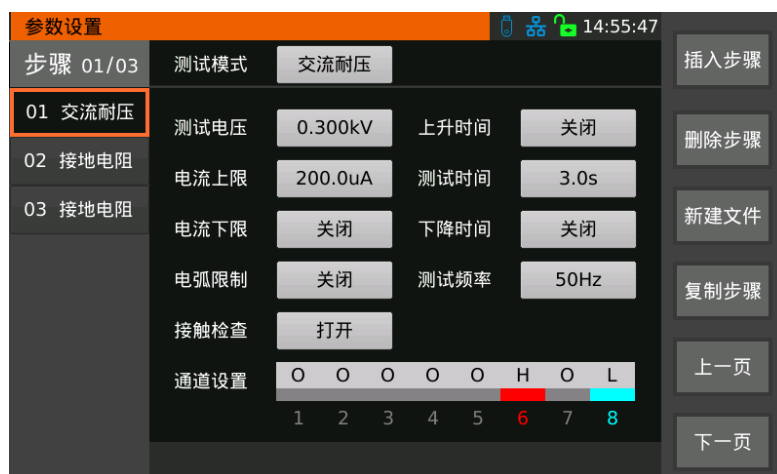

图 3-11 测量设置
1. 按【SETUP】键进入图 3-11 所示测量设置界面。